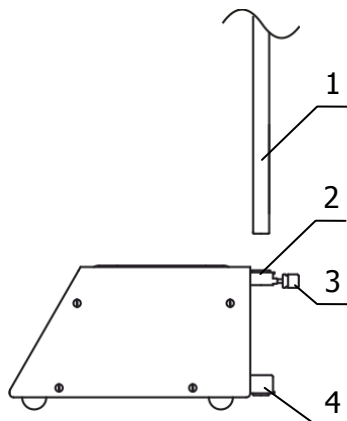

Рисунок 3 — Установка штатива
2.2.2 При необходимости зафиксировать положение круглодонной колбы или иного устройства можно использовать штатив с лапками из комплекта поставки колбонагревателя. В этом случае необходимо вставить основной стержень штатива 1 (рисунок 3) в верхнюю втулку 2 на задней панели колбонагревателя, опустить до упора в нижнюю втулку 4 и зафиксировать крепежным винтом 3. При необходимости увеличить высоту штатива с 450 мм до 900 мм используйте дополнительный стержень штатива.